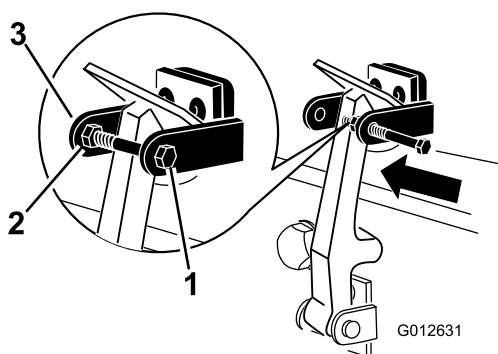

Figura 9
7. Aperte o parafuso no outro braço do suporte do trinco do capot e prenda o trinco na posição (**Figura 9**). Aperte o parafuso firmemente, mas não aperte a porca.